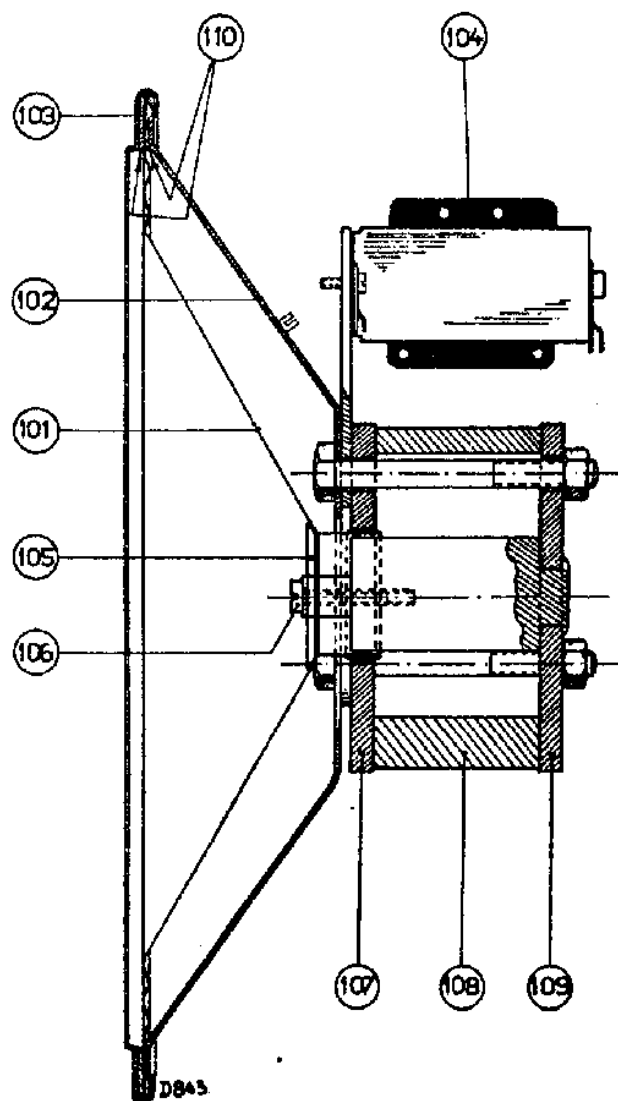

Fig. 8
2. Voor- of achterplaat pos. 107 en 109 fig. 8 mogen in geen geval van de magneet getrok-
Voor het uitwisselen van de conusdrager is een mal nodig (fig. 8, Code No. 09.991.022), die voor het losdraaien van de moeren in de luchtspleet wordt